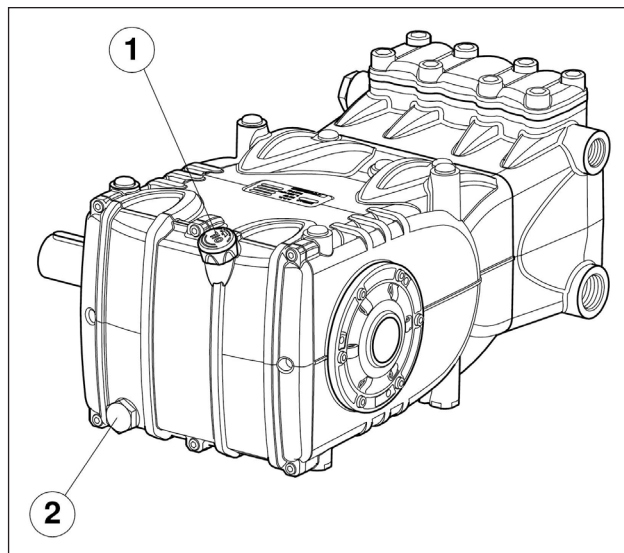

Abb. 3
Ölmesstab Pos. ①, Abb. 3 nach.
Die Ölstandprüfung hat mit der Pumpe auf Umgebungstemperatur zu erfolgen, für den Ölwechsel soll die Pumpe dagegen auf Betriebstemperatur sein. Entfernen Sie dazu: den Ölmesstab Pos. ① und anschließend den Verschluss Pos. ②, Abb. 3 nach.